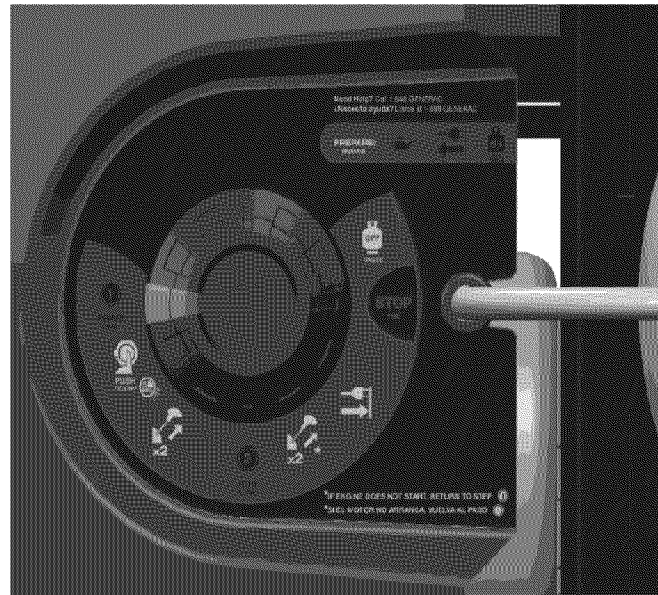

Figura 3-3: Selector de potencia
4. Gire el SELECTOR DE POTENCIA del motor (Figura 3-3) a la posición núm. 1 PRIME (Cebarr) y presione el selector hacia abajo durante cinco (5) segundos para permitir que ingrese combustible en el mezclador.
7. Sujete firmemente la manija de la cuerda y tire lentamente hasta sentir una resistencia mayor. Coloque un pie en la barra transversal del bastidor y luego tire rápidamente hacia arriba y hacia afuera para arrancar el motor. Tire de la manija de la cuerda dos (2) veces más si es necesario para arrancar el motor.